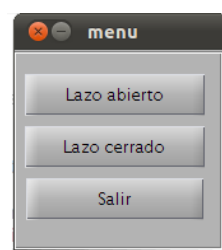

Figura 1.1: Menú principal
4. Desde la consola correr el simulador ejecutando *menu*. Un menú como el que se muestra en la figura 1.1 debería aparecer.